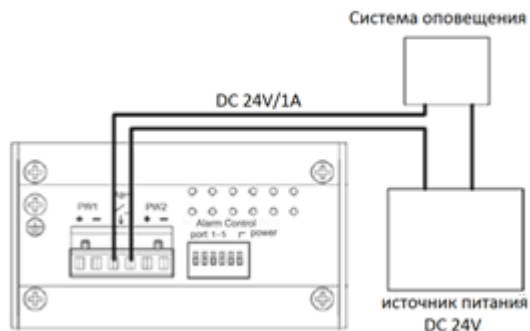

Рис.9 Схема подключения системы оповещения.
Коммутатор SF-G1041/I имеет релейный выход типа сухой контакт (NO) для включения системы оповещения при отключении одного из источников питания или разрыве Ethernet-соединения. Релейный выход поддерживает управление исполнительными устройствами (сирена, светодиодное табло и т.д.) с потребляемой мощностью не более 24 Вт. Если релейный выход подключен к источнику питания с напряжением 24 В, то выходной ток будет составлять не более 1 А (Рис.9).